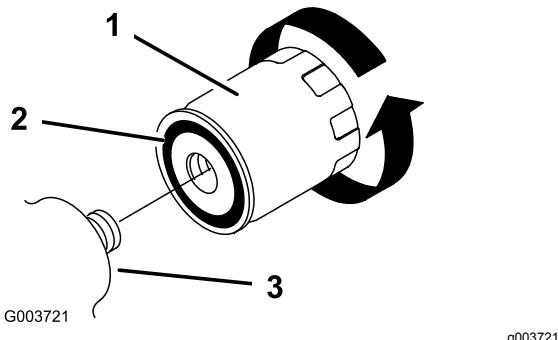

Рисунок 40
5. Снимите старый фильтр (Рисунок 40) и начисто протрите поверхность переходника фильтра.
6. Нанесите тонкий слой гидравлической жидкости на резиновую прокладку нового фильтра (Рисунок 40).
7. Установите новый фильтр гидравлической системы в переходник фильтра (Рисунок 40). Поверните фильтр гидравлической системы по часовой стрелке так, чтобы резиновая прокладка соприкоснулась с переходником фильтра, после этого затяните фильтр, повернув его еще на 1/2 оборота.